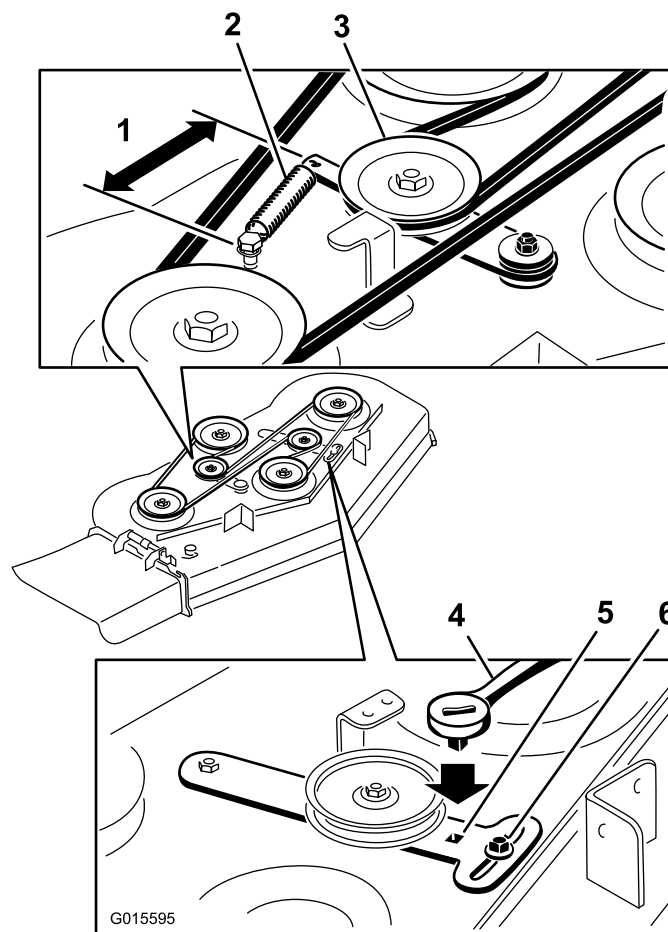

Figura 65
5. Retire a correia do cortador gasta (Figura 65).
6. Instale a nova correia do cortador em torno das polias da plataforma e da polia da embraiagem (Figura 65).
7. Utilizando um roquete no braço intermédio, aperte a polia intermédia até que a mola tenha um alongamento de 165 mm de gancho a gancho (Figura 65).